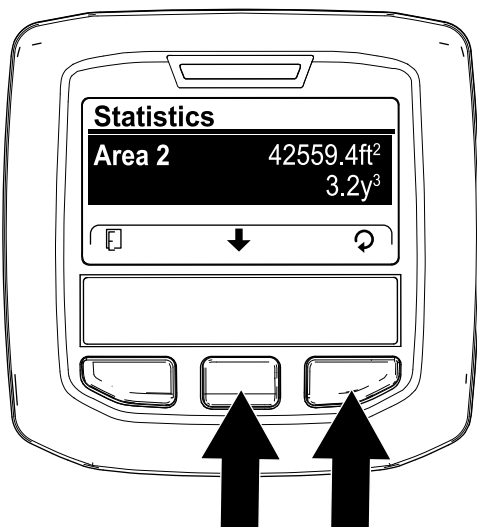

Figure 109
3. Dans l'écran STATISTICS (statistiques), appuyez sur le bouton central de l'InfoCenter jusqu'à ce que l'option AREA 2 (zone 1) soit sélectionnée (Figure 109).